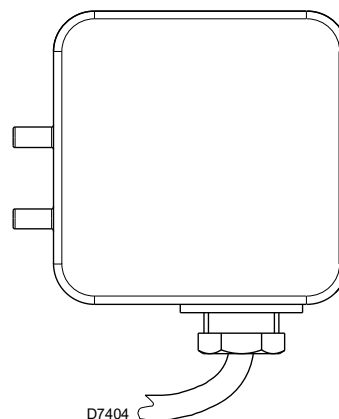

Fig. 21
- Regular el presostato aire (Fig. 21) en el inicio de la escala.
Regular el presostato de aire (Fig. 21) tras haber realizado todas las demás regulaciones del quemador con el presostato de aire regulado al inicio de la escala. Con el quemador funcionando a la potencia requerida, girar el botón esférico en el sentido de las agujas del reloj hasta el bloqueo del quemador. Girar después el botón esférico en el sentido contrario al de las agujas de reloj hasta un valor igual a aproximadamente el 20% del valor regulado y controlar a continuación el correcto arranque del quemador. Si el quemador se bloquea de nuevo, gire todavía un poco más el botón esférico en el sentido contrario al de las agujas del reloj.